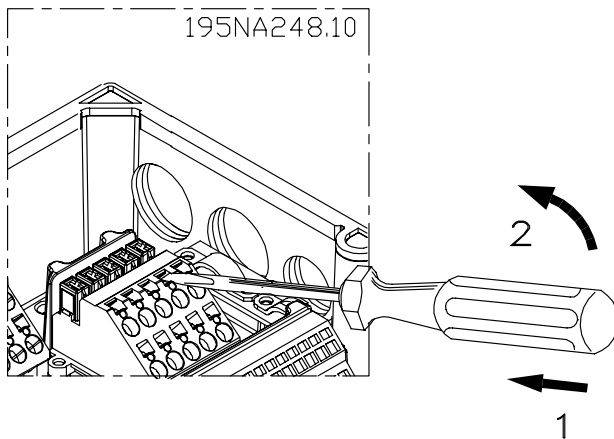

Abbildung 2.14 Öffnen der Klemmen
1. Öffnen Sie den Kontakt durch Einstecken eines kleinen Schraubendrehers in den Schlitz über dem Kontakt, wie in *Abbildung 2.14* abgebildet.